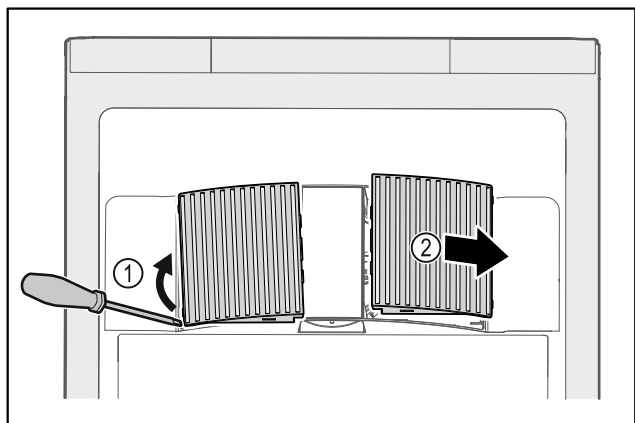

Fig. 171
- ▶ Abrir cuidadosamente las cubiertas del ventilador haciendo palanca por un lado Fig. 171 (1) y retirarlas hacia delante Fig. 171 (2).